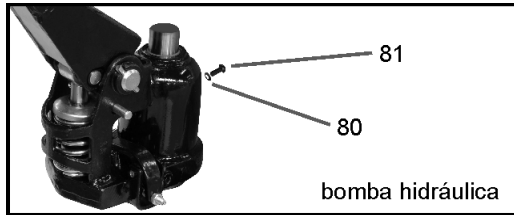

Fig. 10 – Completando ou substituindo o óleo
- Para o correto funcionamento do equipamento, utilize na bomba somente óleo hidráulico viscosidade ISO VG 32 (aproximadamente 250 ml). Verifique periodicamente o nível de óleo da bomba e caso necessário complete o volume. Também recomendamos substituir totalmente o óleo da bomba a cada 12 meses e, em caso de necessidade, substituir também os reparos. Para completar ou substituir o óleo, remova o parafuso “81” e o ring “80”, complete o volume de óleo e recoloque o o ring “80” e o parafuso “81”, ver fig. 10.